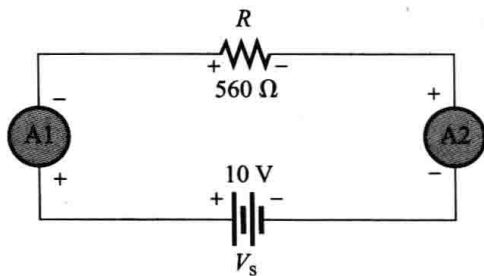

图 4-18 测试题 4 图
4. 在图 4-18 中，试问电流表 1 指示多大电流？电流表 2 呢？